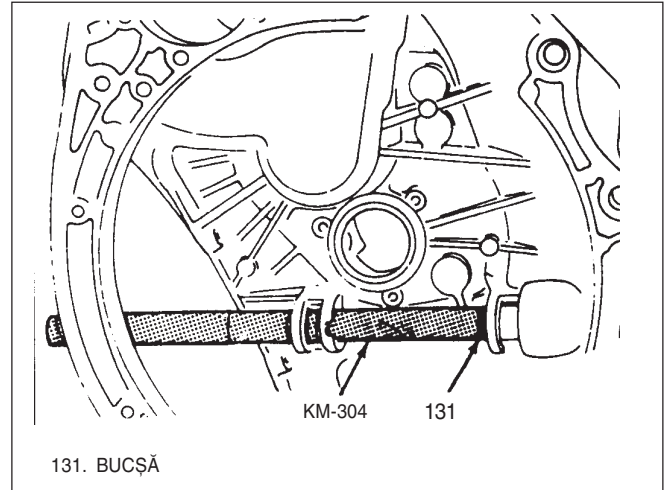

Fig. 61 Bucșele axului furcii de debrere
- 3) Ansamblu placă portlagăre(51) prin demontarea șuruburilor(52,55,54). A nu se dezansambla.
- 7) Capacul ambreiajului de la carcasă. Se demontează ambele bușe ale furcii de acționare a rulmentului de debreiere, Fig 61.
- 2) Bucșe ale furcii de acționare a rulmentului de debreiere. Pintelul de pe fiecare bușă trebuie să intre în adâncitura din carcasa cutiei. Interiorul bușelor se unge cu vaselină pe bază de bisulfură de molibden, Fig 61.